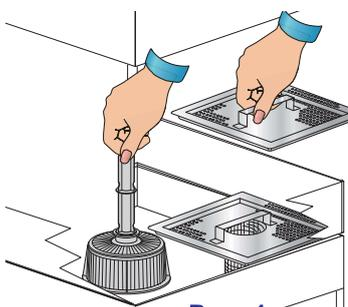

Рис. 1
- Проверьте, чтобы всасывающий фильтр насоса был правильно размещен на своем месте на дне ванны (см. рис. 1). Необходимо прочищать фильтр каждые 20 моечных циклов и всякий раз, когда в этом появляется необходимость.
- Разместите шланг водослива в соответствующее место внутри всасывающего фильтра насоса (см. рис. 1).
- Установите поверхностные фильтры, если есть в наличии (см. рис. 1).